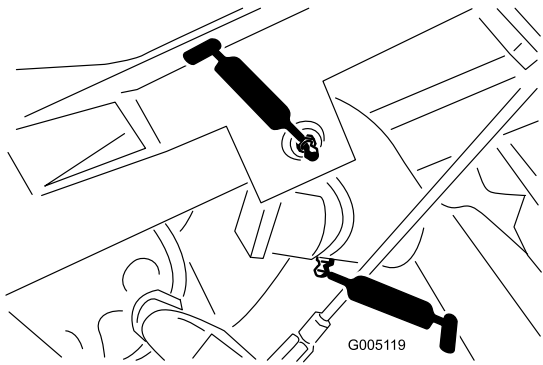

Figura 29
- Perno del braccio di sollevamento (3) e cerniera di articolazione (3) (Figura 29)